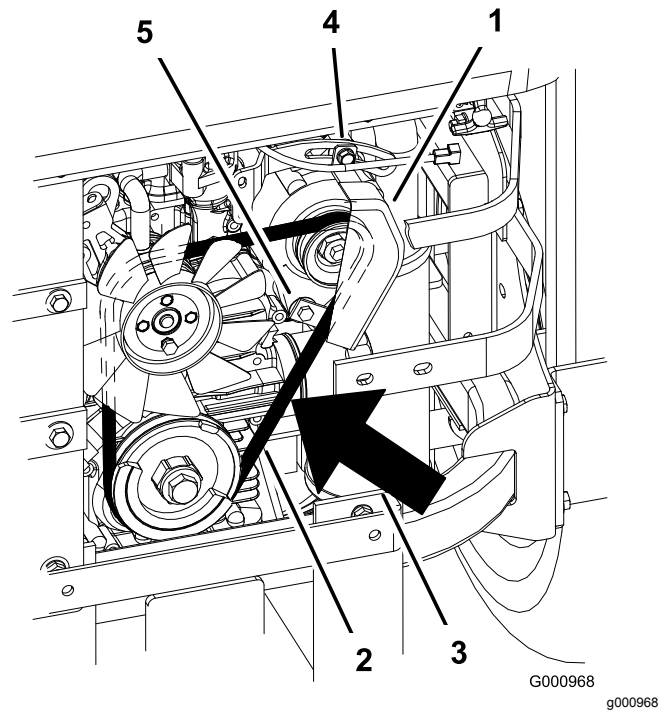

Bild 95
2. Stellen Sie die Lichtmaschine nach außen ein, sodass der Riemen zwischen den Motor- und Lichtmaschinenspannscheiben beim Aufbringen einer Kraft von 10 kg 7 mm bis 9 mm durchbiegt (Bild 95).
5. Wenn die Spannung richtig ist, ziehen Sie die untere und obere Schraube fest (Bild 95).